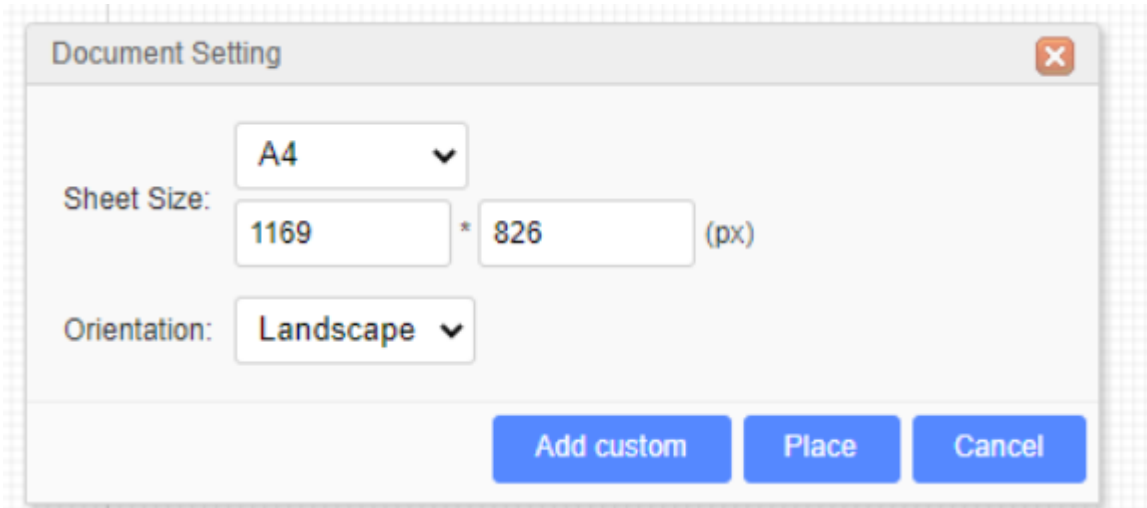

Рис.2.25 Добавление пользовательского шпблога документа
2. Далее нажать на Добавить пользовательский (Add Custom) Рис.2.25.